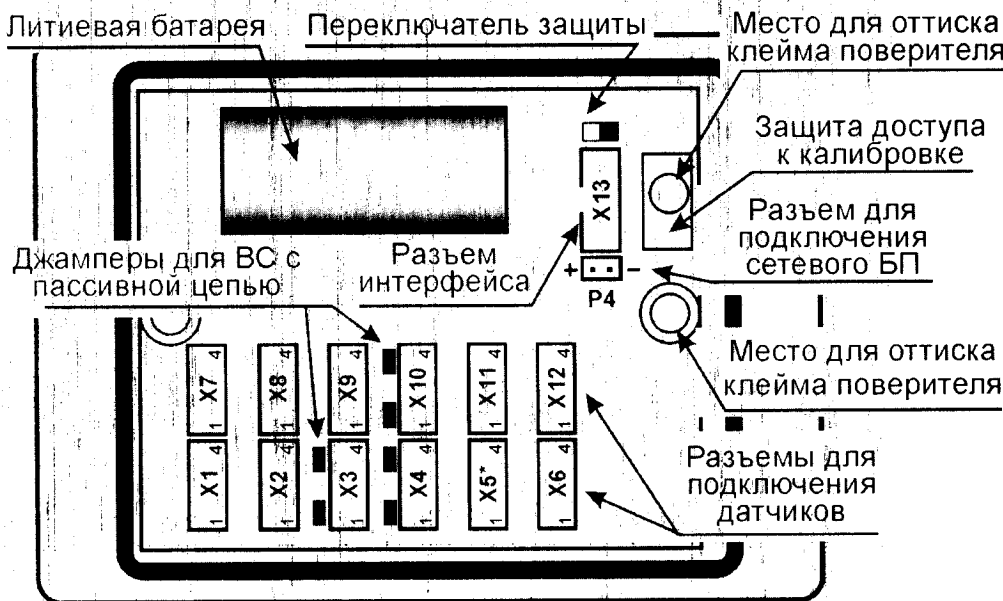
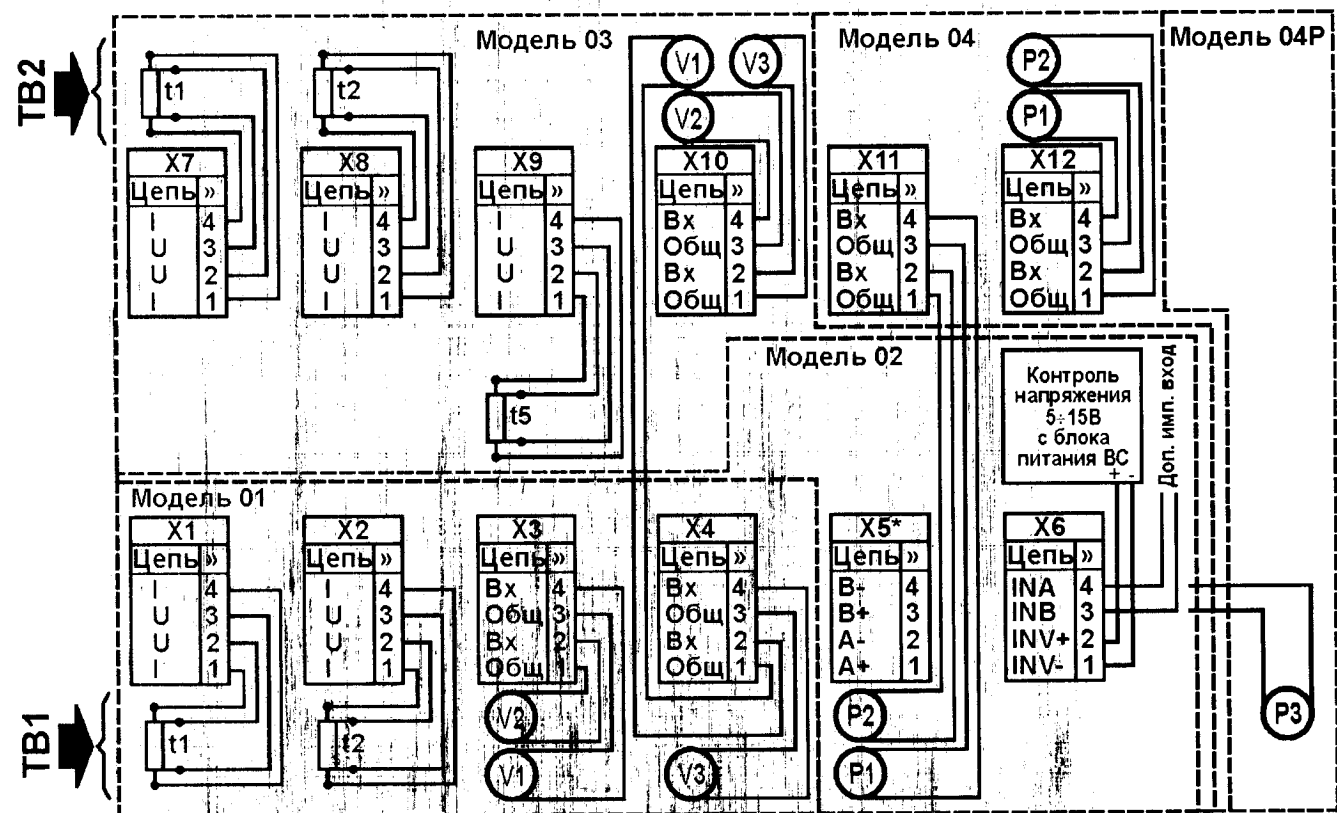

Рис. 5.3 – Вид снизу на снятую крышку ВКТ-7
Рис. 5.4 – Схема подключения датчиков к разъемам ВКТ-7
Контроль наличия сетевого питания в вычислителях организован путем подачи напряжения 5...15 В на контакты 1 и 2 разъема X6 (рис. 5.4). Вход контроля имеет гальваническую развязку. Максимальное значение тока потребления не превышает 15 мА.
- от блока питания одного из расходомеров (см. схему подключения рис. 5.4);
При установке сетевого блока питания исполнения 02 в качестве сигнала контроля сетевого питания используется непосредственно напряжение питания 3,6 В, подаваемое на разъем Р4 (см. рис. 5.3). Напряжение на разъеме X6 в данном случае игнорируется.
В случае пассивного типа выхода следует установить перемычку (джампер), показанную на рис. 5.3 слева от соответствующего разъема X3, X4 и X10, а при активном – снять ее.
Разъемы для подключения внешних цепей находятся на модуле в верхней части ВКТ-7. Размещение разъемов приведено на рис. 5.3, а схема подключения датчиков — на рис. 5.4. При поставке ВКТ-7 ответные части разъемов и джамперы установлены.
- убедиться, что левее каждого из имеющихся разъемов X3, X4 и X10 установлены джамперы (рисунок 5.3). В противном случае джамперы следует установить, взяв их из состава поставки комплекта соединителей;
- при автоматизированной поверке убедиться, что в вычислителе установлен адаптер RS232 или универсальный адаптер RS485/RS232. В противном случае (установлен адаптер RS485 или Ethernet) следует подключить к разъему X13 (рисунок 5.3) адаптер RS232, взяв его из состава поставки комплекта соединителей.